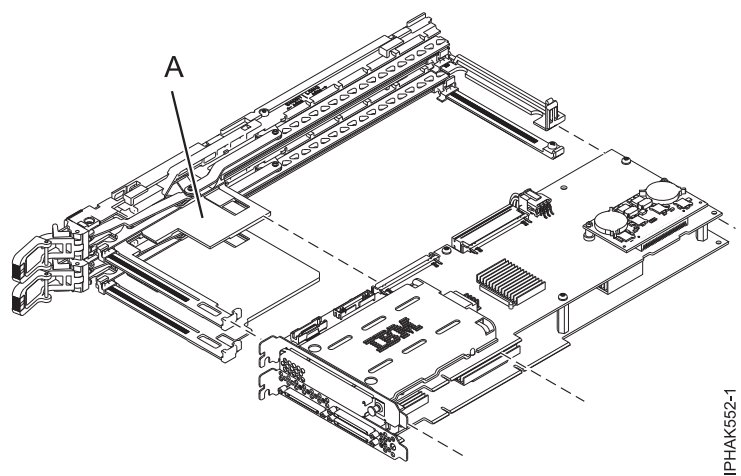

図 54. カセット・アセンブリーへのダブル幅アダプターの取り付け
3. ダブル幅アダプターとカセット・アセンブリーの位置を合わせて、カセット・アセンブリーのスペーサー (A) がダブル幅アダプターの両サイドの間にフィットするようにします。カセットをアダプター上に取り付けます。図 54を参照してください。